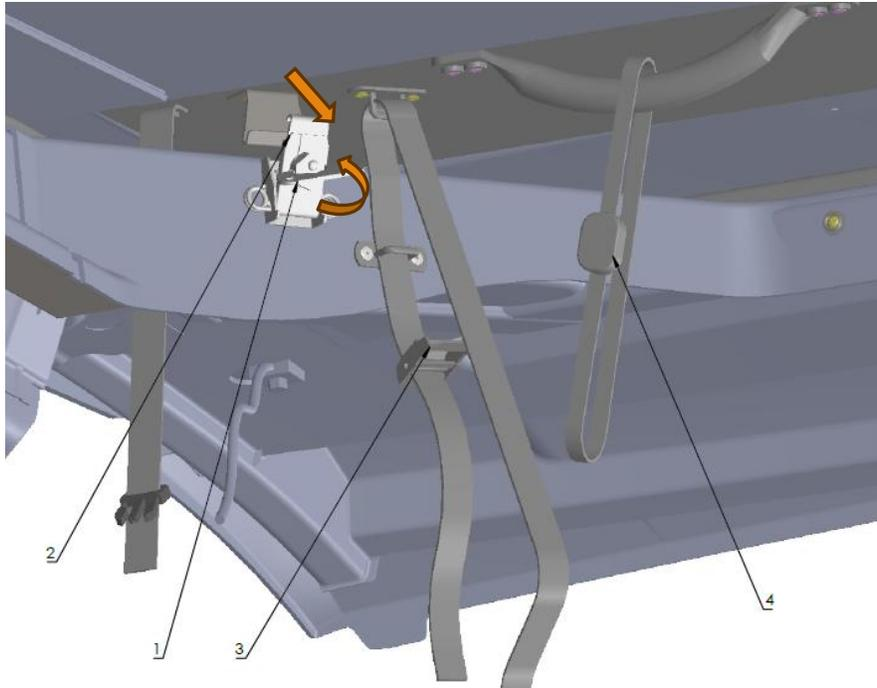

Fig. 2
- Déverrouillez d'abord les verrous papillon (**Fig. 2, 1**) des deux côtés du véhicule (conducteur et passager), inclinez le verrou (**Fig. 2, 2**), puis relâchez les sangles de fixation (**Fig. 2, 3**) également des deux côtés.
- **Entretien** des bouteilles de gaz 1 et 2 (Fig. 2) – essuyer avec un chiffon humide et fixer avec de la graisse silicone, ne pas utiliser d'huiles minérales
- Éléments de construction en **ABS 3 (Fig. 2)** maintenir avec une préparation pour plastique, par ex. Koch Chemie Plast Star.